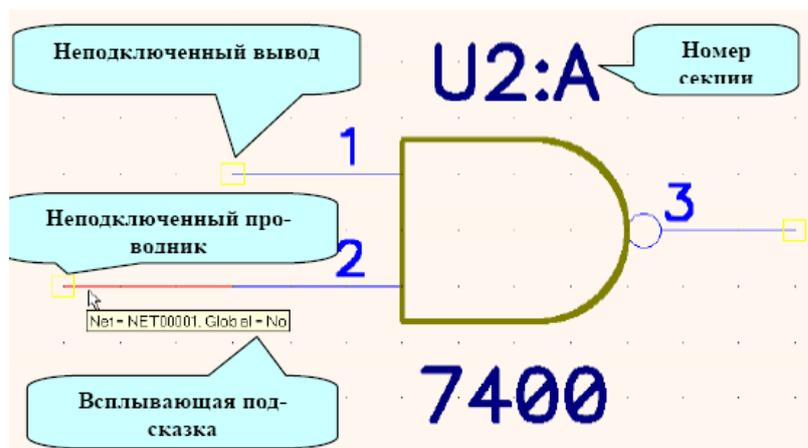

Рисунок 4.10 - Показ неподключенных выводов и концов проводников, номеров секций и всплывающих подсказок
ЭТОТ СИМВОЛ ИСЧЕЗАЕТ (см. рис. 4.10);
- **Display Part Gate Number** - отображение номеров секций (**DD1.1**, **DD1.2** и т.д. (см. рис. 4.10);
- **Show Data Tips** - показ контекстно-зависимой информации о шинах, проводниках, компонентах, выводах компонентов при наведении на них курсора (см. рис. 4.10);